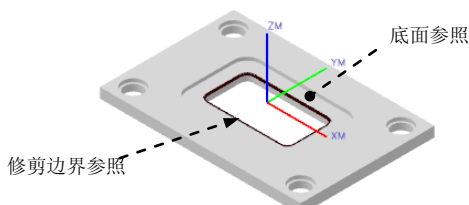

图 3.10.4 创建底平面
Step7. 选取图 3.10.4 所示的底面参照面，然后在“平面构造器”对话框中采用系统默认参数设置，单击 **确定** 按钮，完成底平面的创建。
Step3. 在图形区选取图 3.10.4 所示的修剪边界参照, 单击 **确定** 按钮, 系统返回到“边界几何体”对话框, 单击 **确定** 按钮, 系统返回到“精加工底部面”对话框。